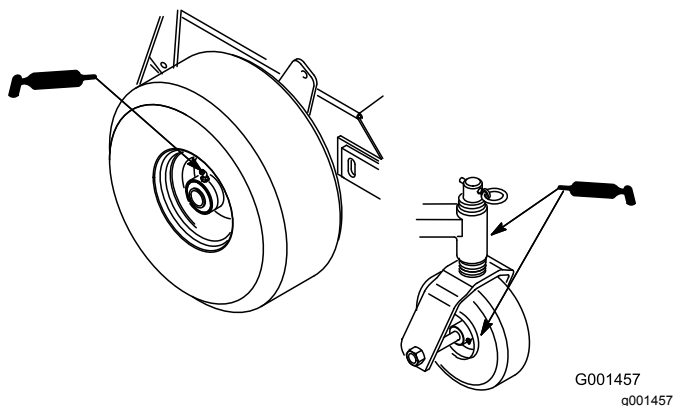

Figure 20
1. Lubrifiez les roulements des roues avant ainsi que les pivots avant (Figure 20).